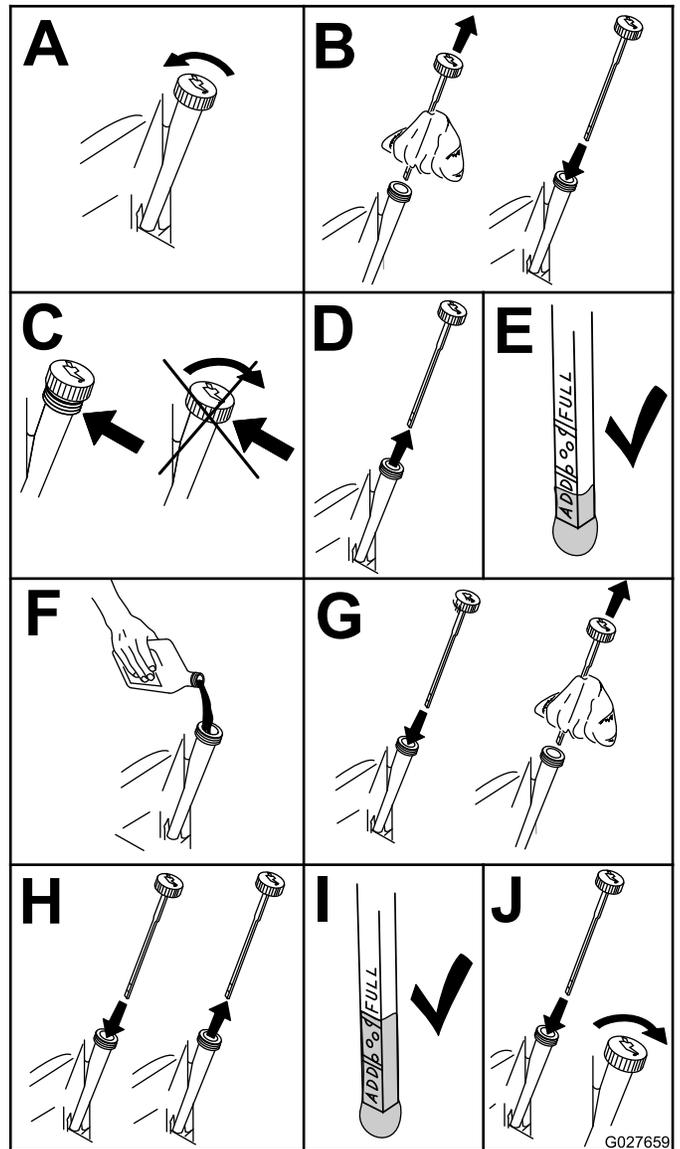

Figura 43
2. Prima di scendere dalla postazione di guida spegnete il motore, togliete la chiave di accensione e attendete che si fermino tutte le parti in movimento (Figura 43).